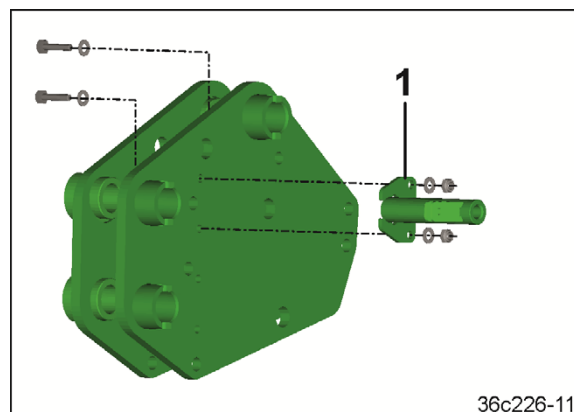

Рис. 107
1. Привинтите крепление (Рис. 107/1) к верхней точке сцепки.